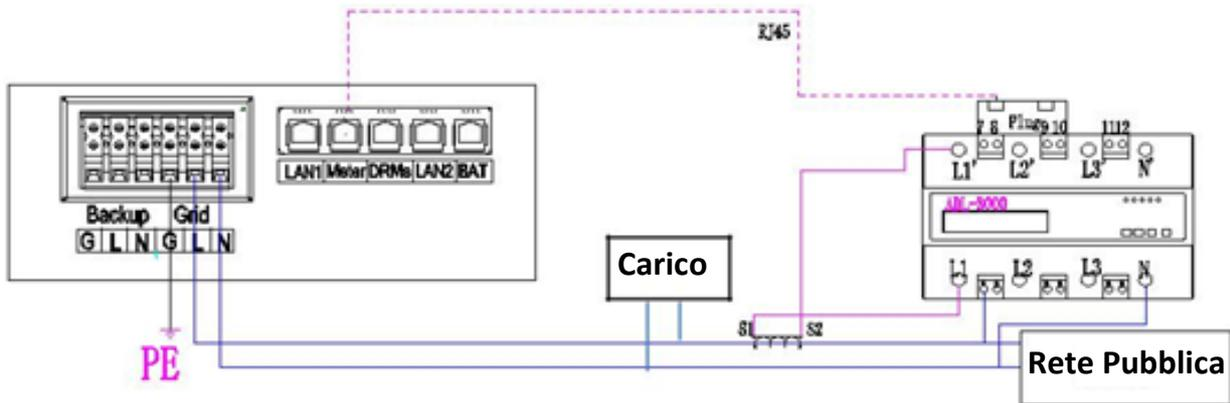

Figura 32. Collegamento dello strumento di misura ADL-3000 (lettura indiretta) equipaggiato con adattatore RS485/RJ45 e trasformatori amperometrici (TA)
Nota: Collegare i cavi di segnale in arrivo dai morsetti del trasformatore amperometrico (TA) S1 e S2 con i morsetti L1 e L1' rispettivamente a bordo dello strumento di misura ADL-3000. Oltre al segnale di amperometrico deve essere collegato anche il segnale voltmetrico utilizzando i appositi morsetti a bordo dello strumento di misura come rappresentato nella figura 32.